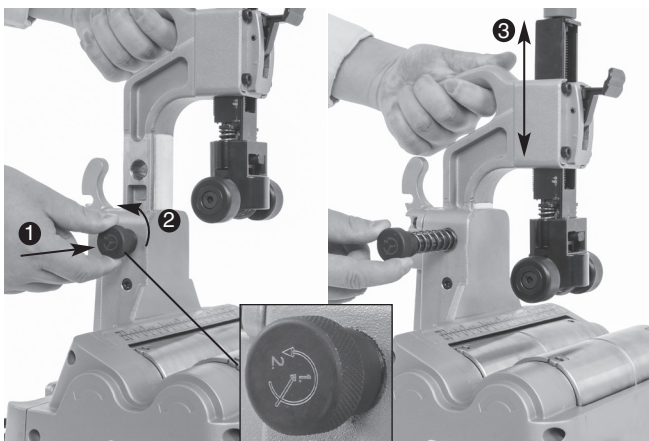

图 6 – 尺寸快速调整
1. 在割刀内无管时，抓住手柄，轻轻按压旋钮来释放销 ①，并略微朝逆时针方向旋转 ②。旋钮为压簧式并会收回，以控制旋钮的运动。见图 6。
2. 使用握柄，将头移动到所需位置 ③。